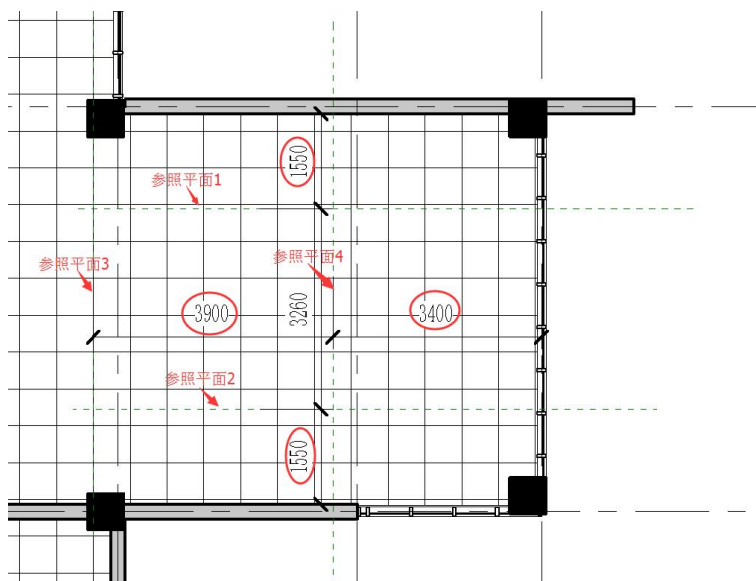

图 8-8 四个参照平面的位置
- 确定楼梯梯跑的起点和终点：如前所述，绘制四个参照平面，参照平面的位置见图 8-8。其中参照平面 2、参照平面 3 的交点是第一跑楼梯的起始点，参照平面 4、参照平面 1 的交点是第二跑楼梯的起始点。